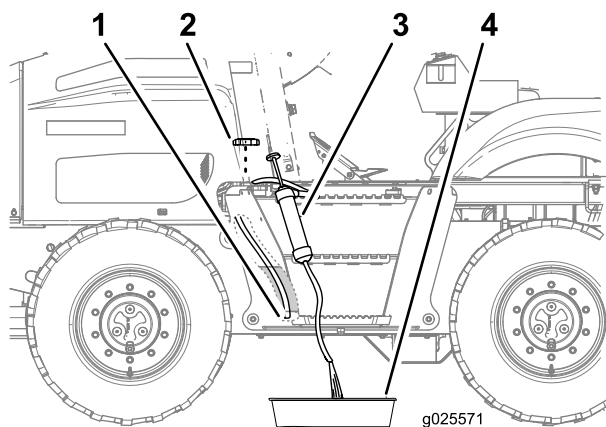

Figura 77
1. Rimuovete il tappo dal serbatoio del carburante (Figura 77).
- Inserite il flessibile di ingresso dell'attrezzatura per il pompaggio attraverso il bocchettone di riempimento del serbatoio del carburante e verso il fondo dello stesso (Figura 77).
- Dirigete il flessibile di scarico dell'attrezzatura per il pompaggio in una bacinella (Figura 77).
- Montate il tappo carburante sul bocchettone di riempimento del serbatoio del carburante (Figura 77).